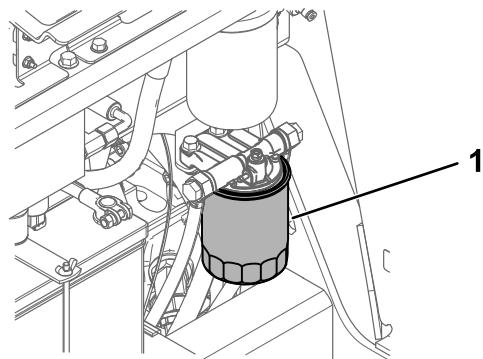

Figura 57
5. Coloque un recipiente limpio debajo del cartucho del filtro de combustible (Figura 57).